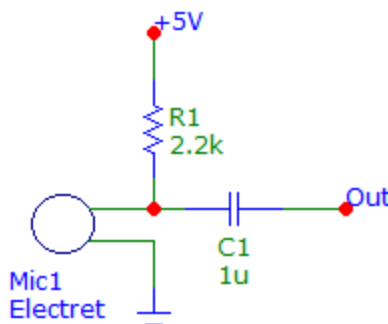

Figura 1.1. micrófono.
6. Arme el circuito de la figura 1.1.
7. Conecte el osciloscopio en la salida “Out”, del circuito de la figura 1.1.